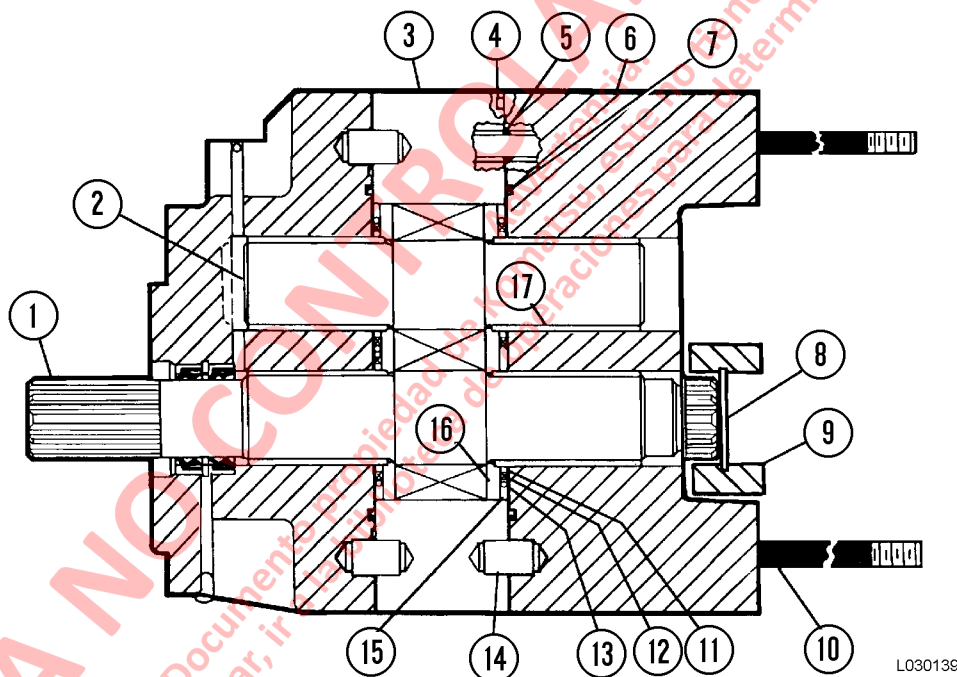

FIGURA 3-14. REARMADO DE LA BOMBA DE ELEVACIÓN
15. Instale los anillos de acero (11, Figura 3-14), anillo de respaldo (12), junta tórica y retenedor (13). Instale la placa de aislamiento con su relieve hacia la placa de presión.
16. Lubrique e instale las juntas tóricas de los espárragos pasantes (5) y la junta tórica de la placa del conector (7). Instale los pasadores de espiga (14), si se sacaron. Lubrique el diámetro interno de los rodamientos (17) e instale la placa del conector (6). Instale el anillo de retención (8) y el acople (9).